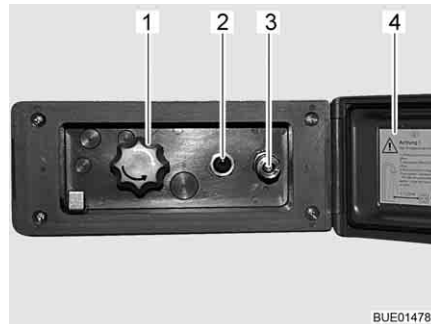

Bild 139 Duschanslutning utsida
- Lås upp och öppna locket (Bild 139,4).
- Anslut ytterduschens slang med snabbkopplingen (Bild 139,3).
- Koppla in vattenpumpen med brytaren (Bild 139,2).
- Ställ in vattentemperaturen enligt önskemål med vredet (Bild 139,1).
- Koppla ur vattenpumpen med brytaren (Bild 139,2).
- Stäng locket (Bild 139,4) och lås det med nyckeln.
- Ställ vredet (Bild 139,1) på mittläget.